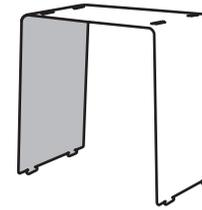

Abb. 1
- Regalelement 44: 1 Regalelement (Abb. 1)